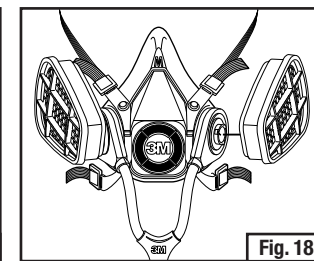

Fig. 18
3. Faça uma seleção do cartucho e/ou filtro que satisfaça suas necessidades de proteção respiratória, e prenda nas baionetas externas das traquéias duplas combinadas SA-1600 ou SA-2600 (Fig. 18).